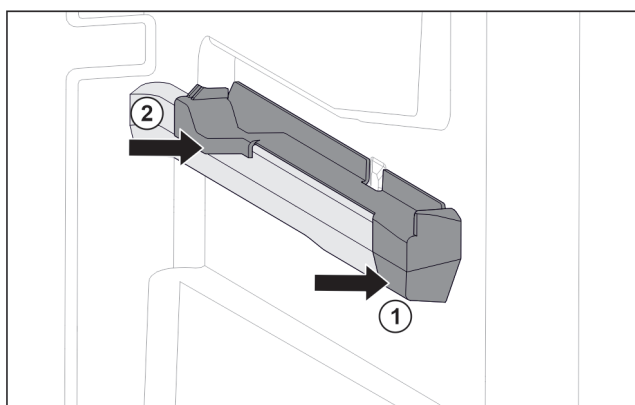

Fig. 153 Aufsteckteil auf der rechten Behälterrippe
- Aufsteckteil vorne an Behälterrippe ansetzen. Fig. 153 (1)
- Aufsteckteil hinten andrücken. Fig. 153 (2)